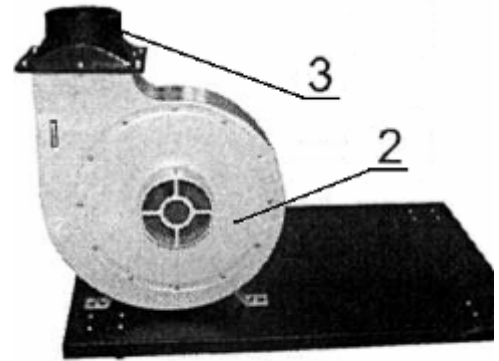

Рисунок 4.
3. Установите резиновую прокладку на выходной фланец вентилятора 2, установите и закрепите выходной патрубок 3 на фланец вентилятора 2 (рис. 4.).